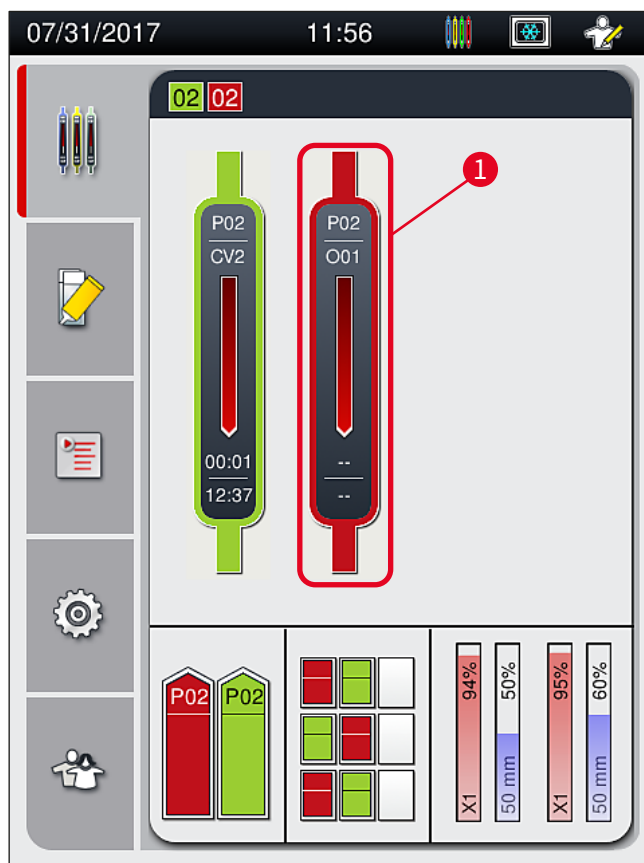
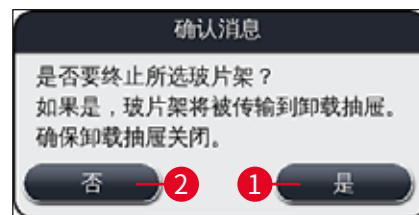

图 78
图 80
① 只能使用进程状态显示取消盖片操作（→ 图 78）。
按下**终止玻片架染色** (→ 图 79-1) 按钮后, 显示一条信息消息 (→ 图 80)。使用按钮**是** (→ 图 80-1) 确认取消, 或按下**否** (→ 图 80-2) 返回进程状态显示 (→ 图 78)。